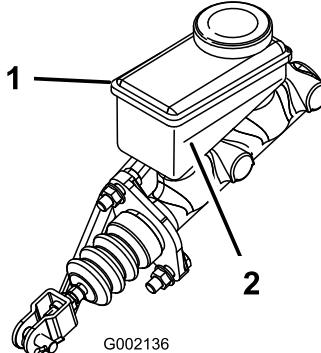

図46
2. タンクを側面から見てオイルの量を確認する。最低ライン(図46)まであればよい。不足であれば、キャップの周辺をきれいに拭き、キャップを取り、最低ラインを越えるまで補給する。入れすぎないこと。